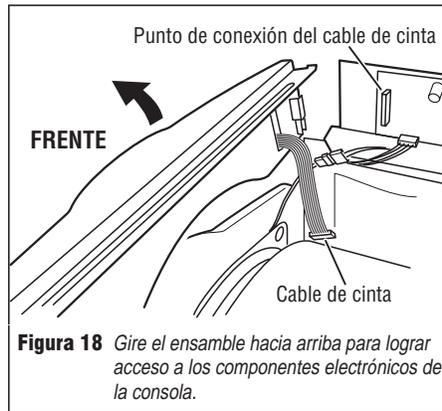

Figura 18 Gire el ensamble hacia arriba para lograr acceso a los componentes electrónicos de la consola.
1. Siga los pasos 1 y 2 en Acceso y remoción de los ensambles electrónicos, en la página 7, luego desconecte los cables de cinta que van entre la consola y el tablero de control de la máquina. Haga la desconexión en el lado del control de la máquina. Retire los dos tornillos que fijan el ensamble de la consola a la secadora. Luego retire el ensamble de la consola, deslizándolo hacia arriba y fuera del frente de la máquina. Vea la figura 18.